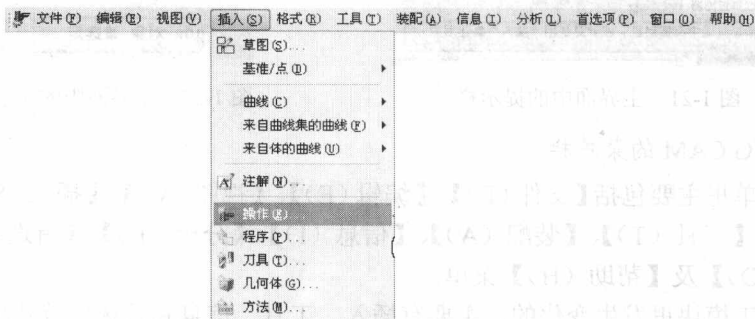

图 1-18 主界面的菜单栏
2) 菜单栏。主要用来调用各执行命令以及对系统的参数进行设置, 菜单栏几乎包含了整个软件所有的命令, 如图 1-18 所示。